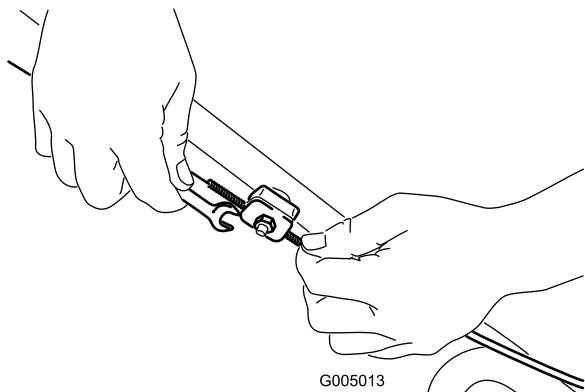

Рисунок 27
1. Ослабьте гайку держателя троса (Рисунок 27).